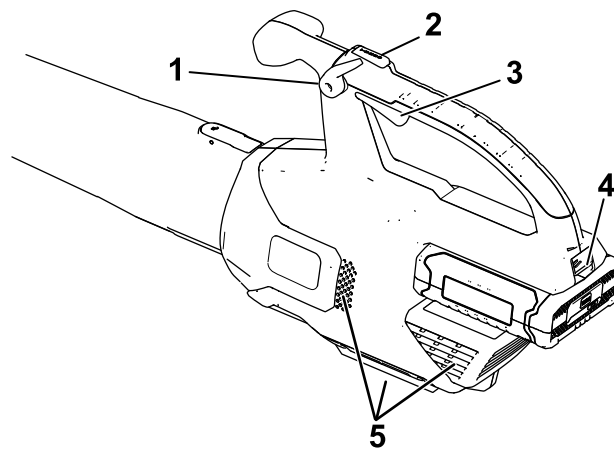

Figure 4
2. Pour mettre le souffleur en marche, serrez la gâchette de vitesse variable (Figure 4).
Remarque: Enclenchez le blocage de vitesse pour laisser la machine tourner sans avoir à appuyer sur la gâchette de vitesse variable (Figure 4).
Pour accélérer le débit, appuyez sur le bouton Turbo Boost et maintenez-le enfoncé pendant la durée souhaitée (Figure 4).
Pour arrêter le souffleur, déverrouillez le blocage de vitesse (le cas échéant) et relâchez la gâchette à vitesse variable (Figure 4).